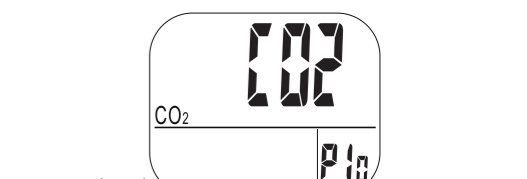

図5 (P1.0)
(1)測定モード中に"セット"ボタン②を3秒以上長押ししてください。表示部①に図5が表示されます。先ず初めに、環境コンディションアイコン⑬の"GOOD"アイコンの上限設定を行います。